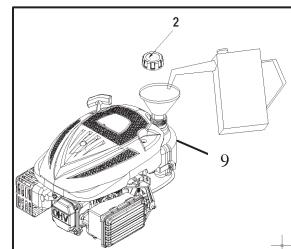

Abb. 5
1. Entfernen Sie die Kappe (2) vom Kraftstofftank.
2. Füllen Sie den Tank bis zur Füllstandsgrenze am Hals des Tanks (9) mit Benzin. (Abb. 5)
5. Kapazität (9) Kraftstofftank: 1,2 l (0,317 US-Gallonen, 0,264 UK-Gallonen)